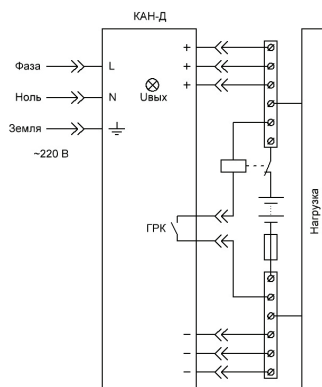

Рис.13. Режим ИБП
- подключите блоки согласно схемы на рис.13;
- установите блок на дин-рейку и выполните соединение по схеме на рис.13;